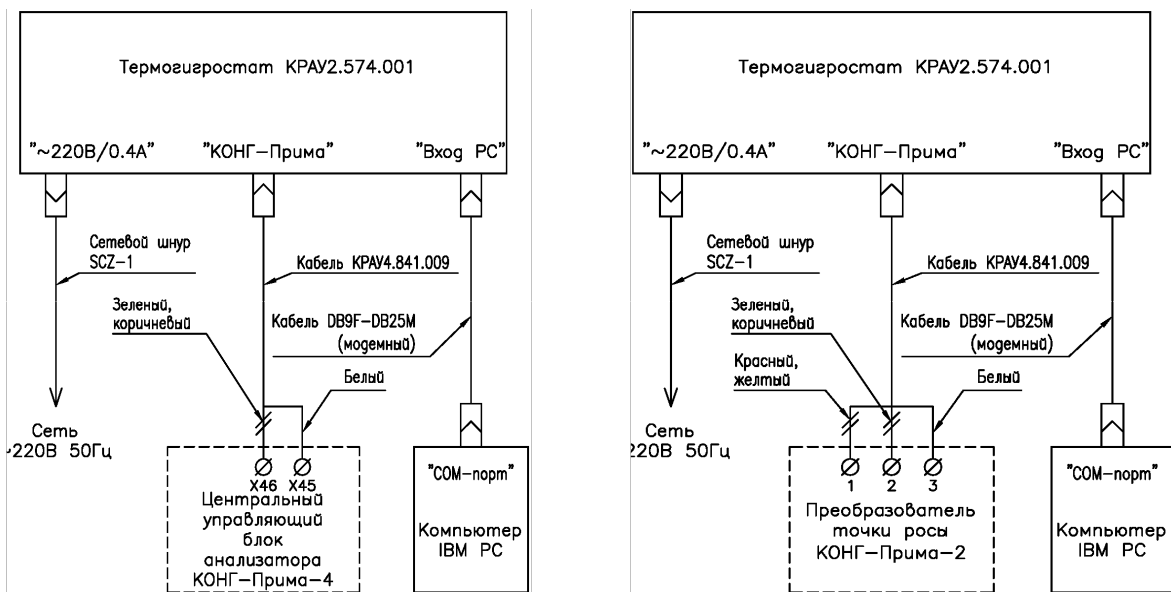

Рисунок 4- Схема соединений комплекса для поверки ПТР серии «КОНГ-Прима»
3.3.1 Собрать комплекс в соответствии со схемой соединений (см. рисунок 4). При этом необходимо заземлить корпус термогигростата. Для этого отвод сечением 2,5 мм² от шины заземления подсоединить к зажиму заземления на корпусе прибора. Сопротивление линии заземления не должно превышать 4 Ом. В случае включения сетевого шнура в трех проводную сеть с заземляющей шиной, допускается корпус термогигростата не заземлять.
4.1.3.2 Для проведения калибровки необходимо собрать поверочный комплекс «КОНГ» в соответствии со схемой соединений (см.рисунок 4), не устанавливая прибор «КОНГ-Прима-2». Снять защитную крышку, расположенную на торце образцовой камеры, под которой находится клеммная колодка термогигростата. Снять перемычки между клеммами 1,2 и 3,4 клеммной колодки (нумерация клемм слева направо) термогигростата. Подключить к клеммам 1 и 4 клеммной колодки термогигростата поверенный магазин сопротивлений класса 0,02 двухжильным экранированным проводом с облуженными наконечниками (сечение проводов от 0,35 до 0,75мм², суммарное сопротивле-